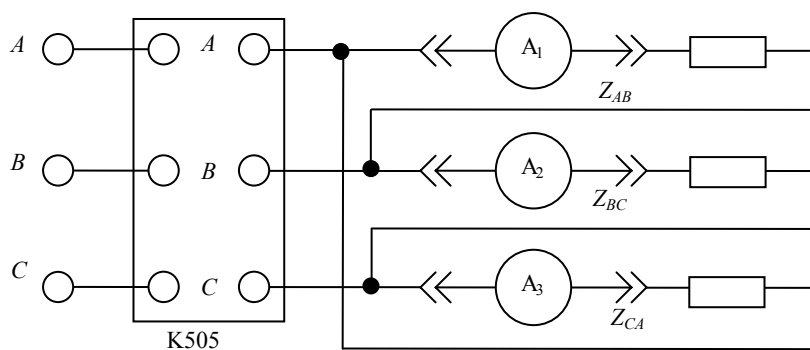

Рис. 1. Схема установки для исследования трёхфазных цепей при соединении нагрузки треугольником
1. Собрать установку для измерения токов и напряжений для случая симметричной нагрузки согласно схеме рис. 1. Установить одинаковые сопротивления в каждой фазе:  $r_{AB} = r_{BC} = r_{CA}$ . Для измерения линейных токов использовать прибор К-505. Фазные токи  $I_{AB}$ ,  $I_{BC}$ ,  $I_{CA}$  измерить тремя переносными амперметрами  $A_1$ ,  $A_2$ ,  $A_3$  или одним, поочередно включая его в цепь каждой фазы треугольника. Фазные напряжения  $U_{AB}$ ,  $U_{BC}$ ,  $U_{CA}$  измерить переносным вольтметром. Со стенда снять и записать значения  $r_A$ ,  $r_B$ ,  $r_C$ ,  $L$ ,  $C$ . Показания приборов записать в первую строку табл. 1.